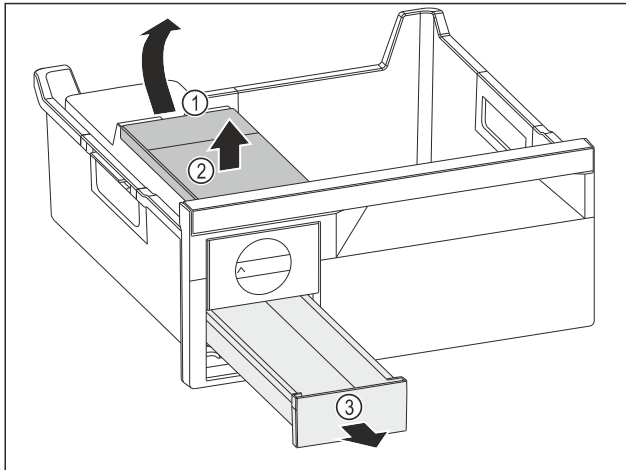

Fig. 129
- ▶ Wyjmowanie zbiornika wody: Zbiornik wody unieść za wycięcia Fig. 129 (1).
- ▶ Wyjąć zbiornik wody Fig. 129 (2) do góry.
- ▶ Wyjąć szufladę na kostki lodu Fig. 129 (3) do przodu.